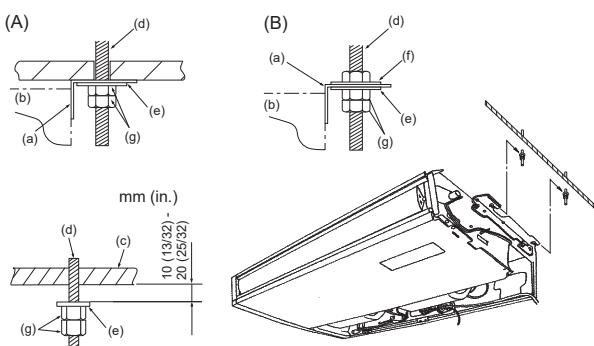

Fig. 3-6
- (D) Grille d'aspiration (J) Faire glisser le panneau latéral vers l'avant.
- (E) Bouton d'arrêt de la grille d'aspiration (K) Panneau latéral
- (F) Les faire glisser (L) Enlever les vis de fixation du panneau latéral.
- (G) Charnière (M) Retirer la protection en vinyle des volets.
- (H) Tout en poussant sur la charnière, retirer la grille d'aspiration.
- (I) Ne jamais forcer pour ouvrir la grille d'arrivée d'air ni l'ouvrir dans un angle supérieur à 120° sinon vous risqueriez d'endommager les charnières.
3.3. Installation de l'appareil intérieur (Fig. 3-6)